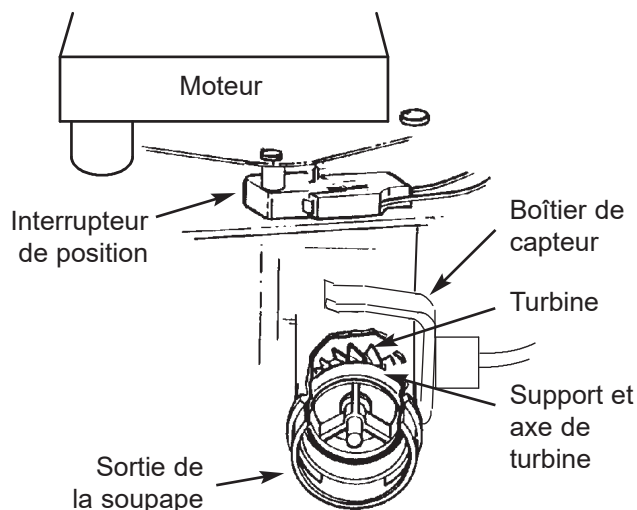

FIG. 47
**FONCTIONNEMENT DE LA TURBINE :** S'il n'y a pas d'eau qui s'écoule de l'adoucisseur, l'indicateur de la turbine affiche trois zéros. Lorsque l'eau s'écoule, un décompte de 000 à 140 s'affiche de façon répétitive pour chaque gallon (3,8 litres) d'eau traversant la turbine. Pour vérifier le fonctionnement positif de la turbine lorsque des zéros sont affichés, ouvrez un robinet d'eau adoucie à proximité et observez le décompte de la turbine. Si l'affichage n'indique pas de valeur lorsqu'un robinet est ouvert, sortez le capteur de l'orifice de sortie de la soupape (voir figure 47). Faites passer un petit aimant devant le capteur. Vous devriez obtenir une lecture sur l'affichage. Si une valeur est indiquée, débranchez la plomberie d'arrivée et de sortie et vérifiez que la turbine n'est pas grippée.